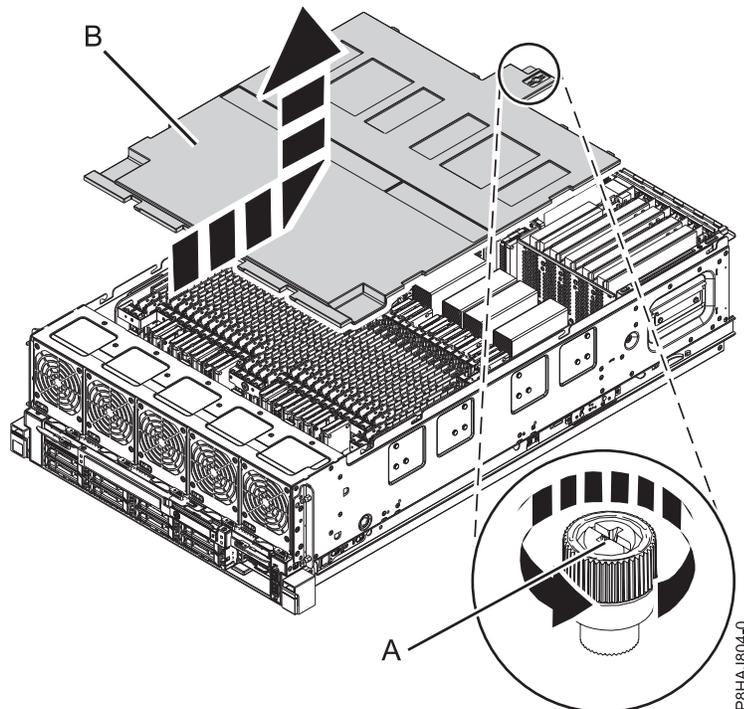

Abbildung 28. Sicherheitsabdeckung ausbauen
2. Lösen Sie die Rändelschraube (A) an der Rückseite der Abdeckung, indem Sie sie in die in Abb. 28 auf Seite 49 gezeigte Richtung drehen.
3. Schieben Sie die Sicherheitsabdeckung (B) zur Rückseite des Systems. Wenn sich die Vorderseite der Abdeckung von der oberen Rahmenleiste gelöst hat, heben Sie die Abdeckung an und vom System ab.